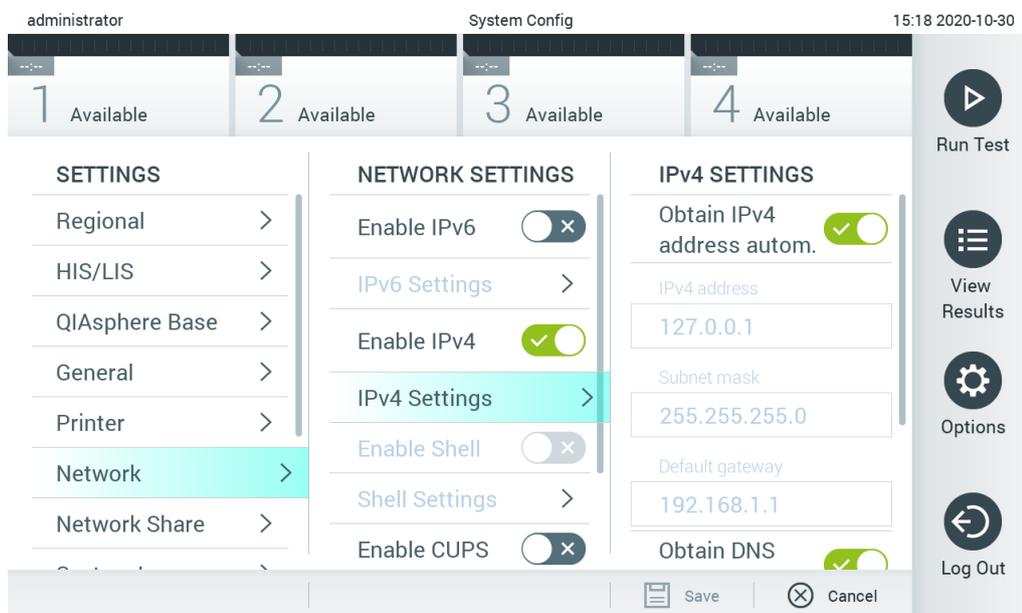

Figura 75. Configurazione delle impostazioni di rete.
2. Selezionare Network (Rete) dall'elenco Settings (Impostazioni) nella colonna di sinistra (Figura 75).